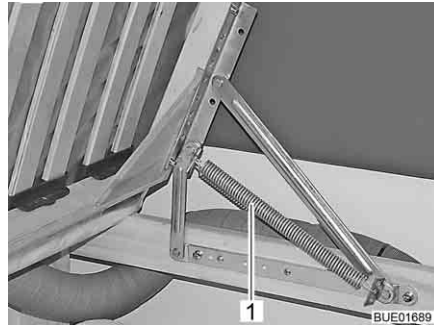

Bild 87 Festes Bett
- Lattenrost anheben. Die Federn (Bild 87,1) halten den Lattenrost in geöffneter Stellung.